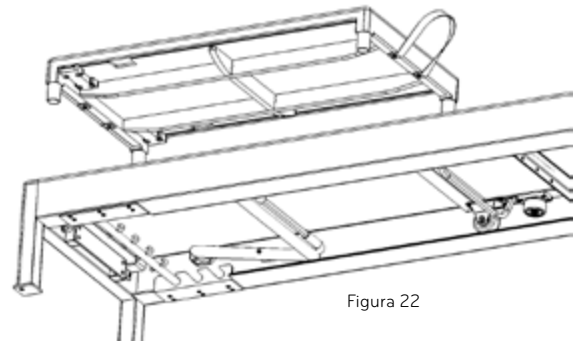

Figura 22
5. Levantar e instalar la Mat Conversion dentro del bastidor. Hay (2) ranuras en la parte inferior de la alfombrilla que permiten el paso de los pivotes de la barra de pies; comprobar que estas se encuentran situadas en el extremo para los pies de la máquina durante la instalación. Consultar la Figura 22 como referencia